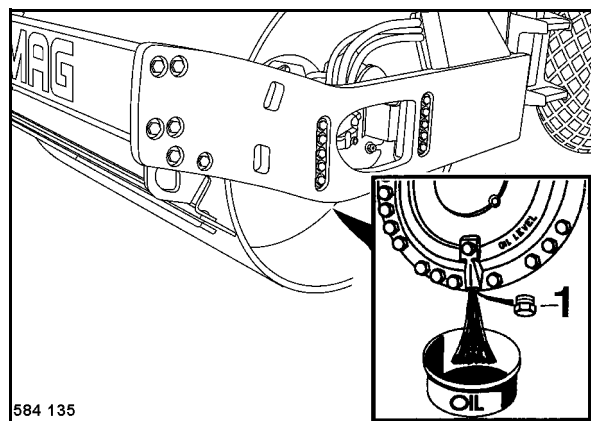

fig. 138
- Déplacer le bandage de sorte que le bouchon de vidange 1 (fig. 138) se trouve au point le plus bas.